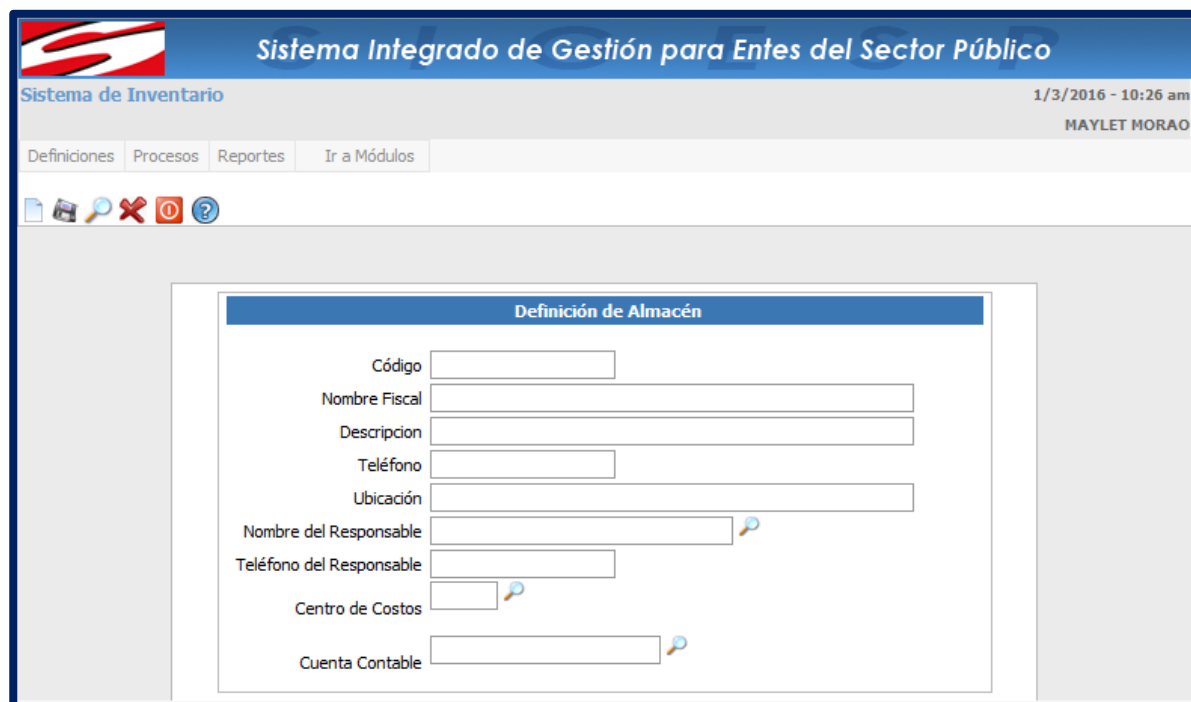

Imagen 35: Pantalla Principal de Almacén.
- 3.- Inmediatamente se le mostrara la pantalla de Almacén (imagen 35).